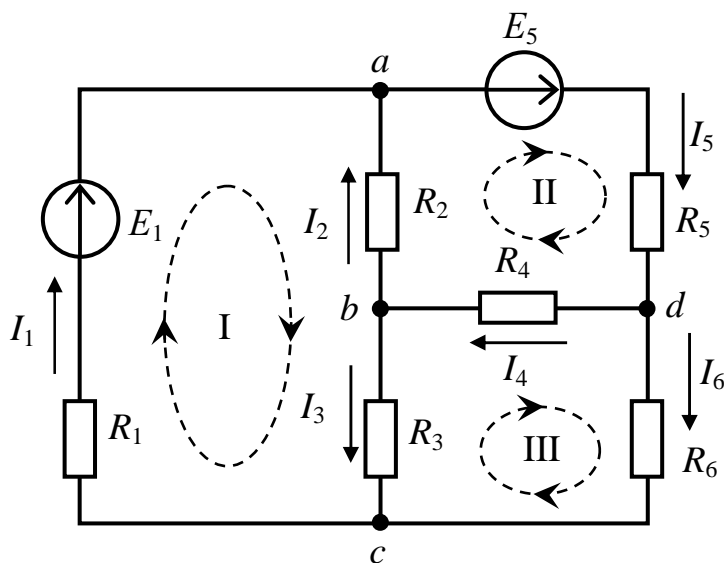

Рис. 1.31
**Задача 1.3.1.** Рассчитать цепь методом непосредственного применения законов Кирхгофа. Составить баланс мощностей. Схема электрической цепи приведена на рис. 1.31. Параметры цепи:  $E_1 = 9$ , В;